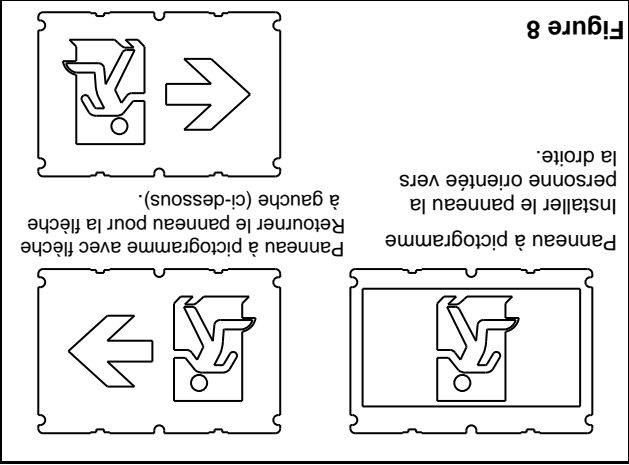

Figure 8
5. Select the desired picto panel and install it with the opal diffuser behind. The picto panel without arrow shall be installed facing right (see Figure 8).
Pour le montage mural : Réassembler le module électronique à l'intérieur du cadre. Sélectionner le panneau à pictogramme voulu et l'installer, superposé au diffuseur opaque. Le panneau à pictogramme sans fiche sera installé orienté vers la droite (voir figure 8).